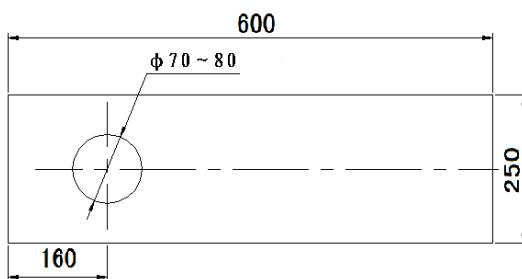

Abbildung 3-1 Metallbank
1. Ist die Werkbank massiv genug um das Messgerät und andere Bestandteile zu tragen? Die Arbeitsoberfläche sollte ein Loch zum Durchlaufen der Prüfspindel haben. Vergleiche **Abbildung 3-1**.